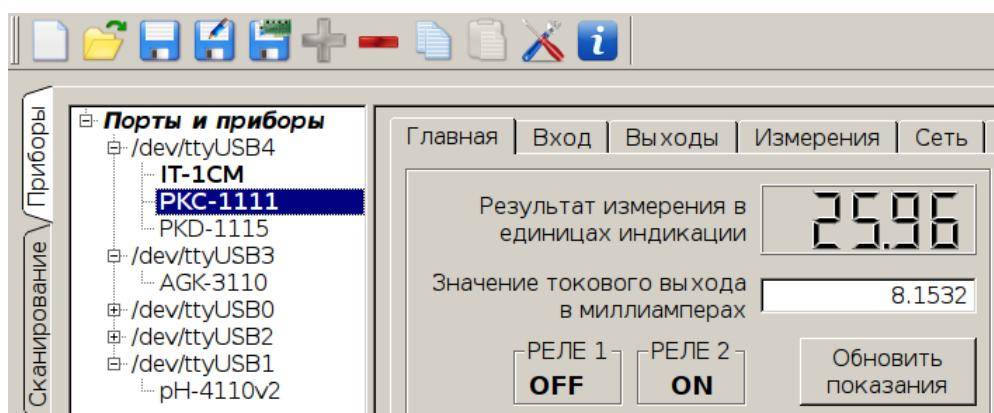

Рисунок 77 - Начальный статус параметров объекта
- [пусто] - означает, что в макет загружены параметры из файла конфигурации и изменению не подвергались (Рисунок 77);